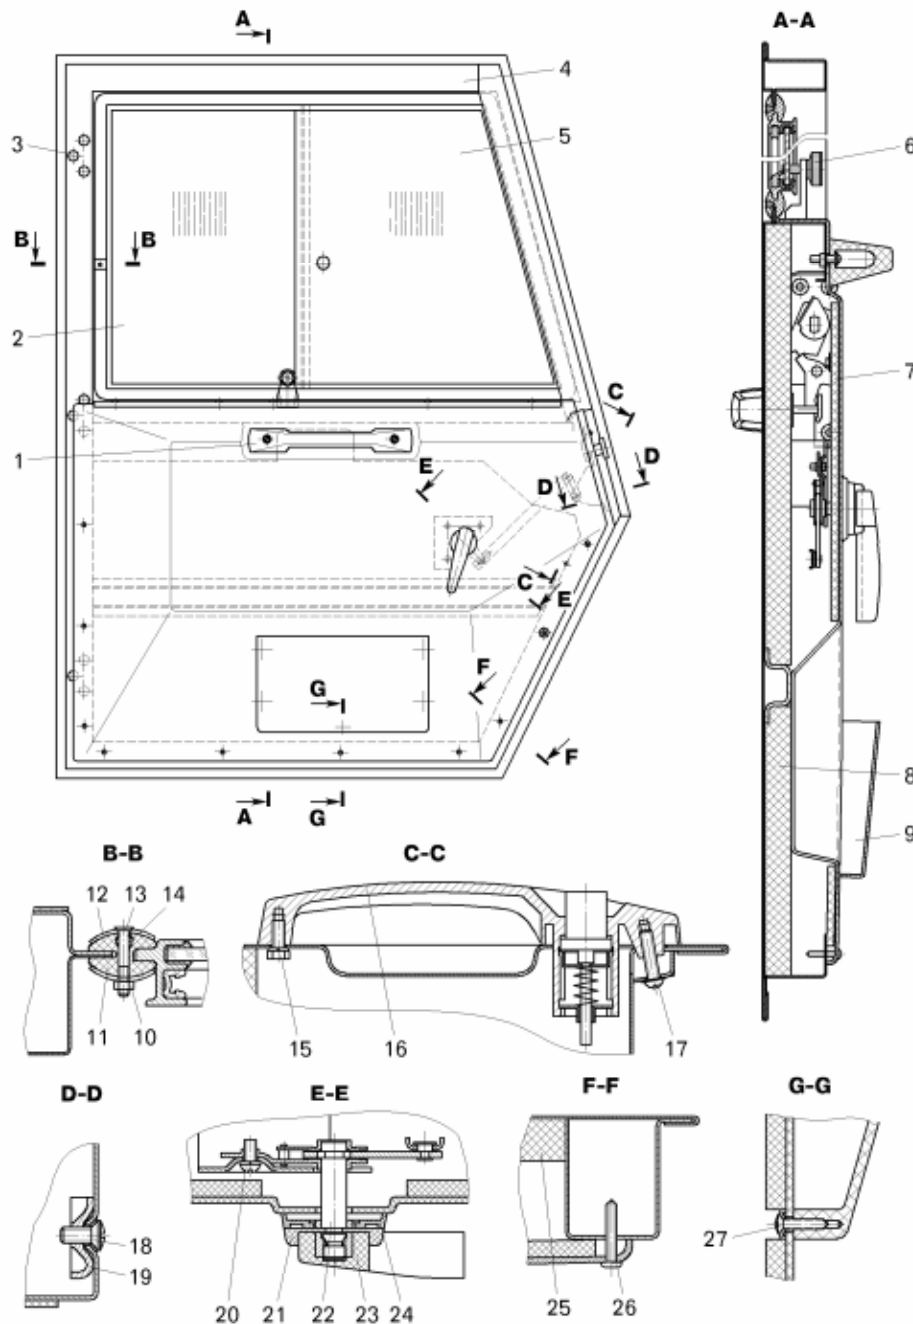

Рисунок 13.15 – Дверь кабины:
- отвернуть гайку 10 (рисунок 13.15), извлечь винт 13 и снять прижимы 12;